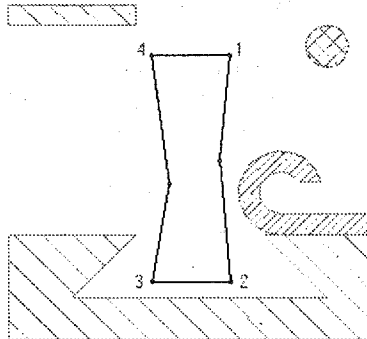

Рисунок 1.6 – Вставка вузлів в контур багатокутника
2. Вкажіть вузли 1 і 2 (рис. 1.6). Вибрані вузли підсвітуються. Попередній результат редагування відображається червоним кольором.
3. Вкажіть положення нового вузла (рис. 1.6) і натисніть середню кнопку миші.
4. Вкажіть вузли 3 і 4 (рис. 1.6). Вибрані вузли підсвітуються. Попередній результат редагування відображається червоним кольором.
5. Вкажіть положення нового вузла (рис. 1.6) і натисніть середню кнопку миші.